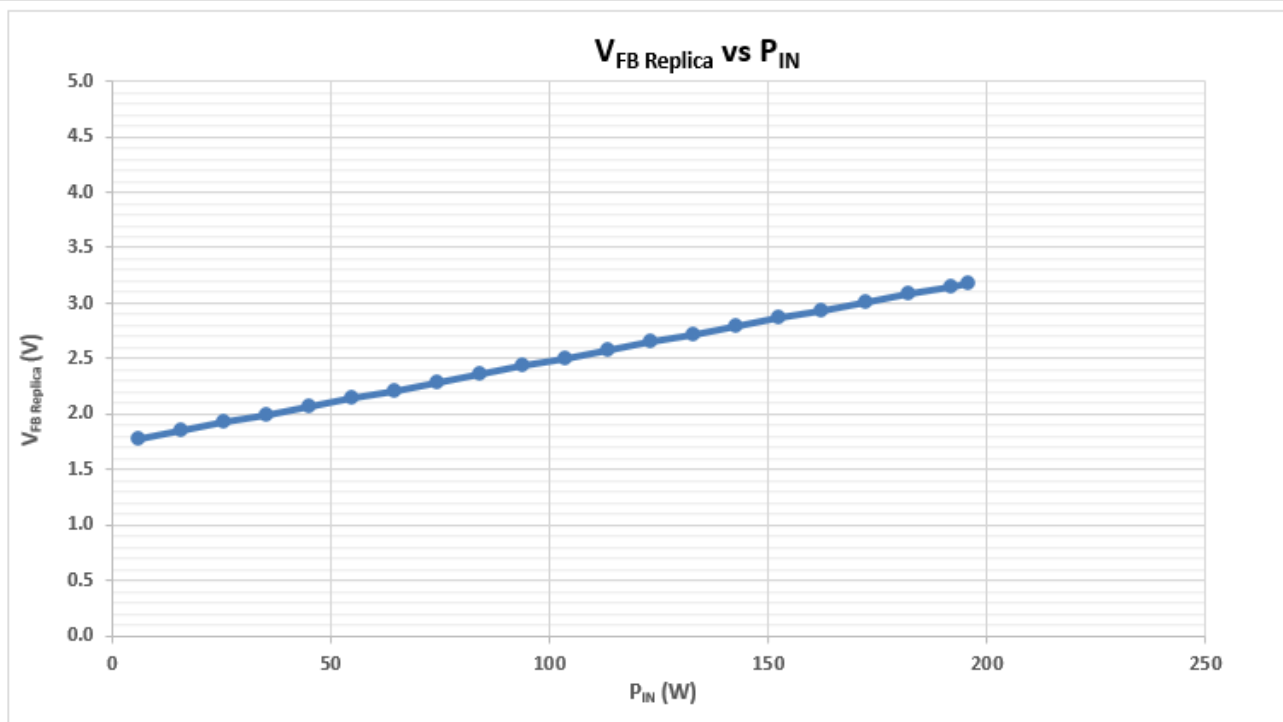

图 1-3. VFBReplica 与引脚间的关系图
2. 绘制不同输入功率下 FBReplica 电压与引脚间的关系图 ( 需要考虑峰值输出功率, 而不仅仅是满载输出功率 ), 如图 1-3 所示。